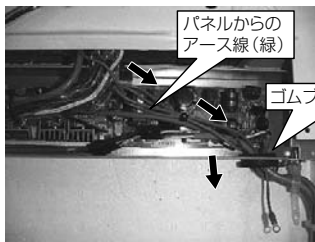

図20
- (1) パネルからのアース線を (図20) のように制御箱内を配線し、ゴムブッシュに通してください。